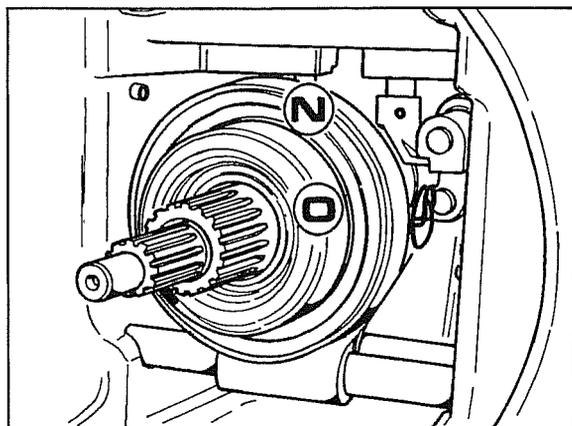

Fig. 26
- Antes de volver a ensamblar el tractor es necesario controlar las buenas condiciones de los cojinetes de empuje **N** y **O** de la fig. 26.